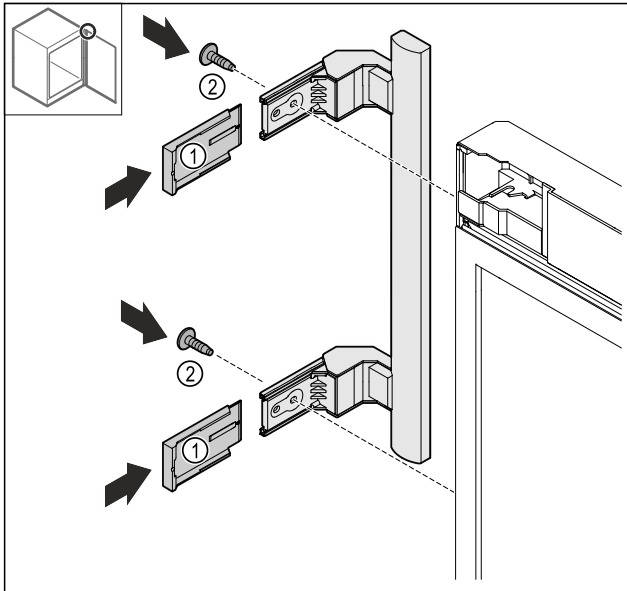

Fig. 21
- Namestite pokrove Fig. 21 (1).